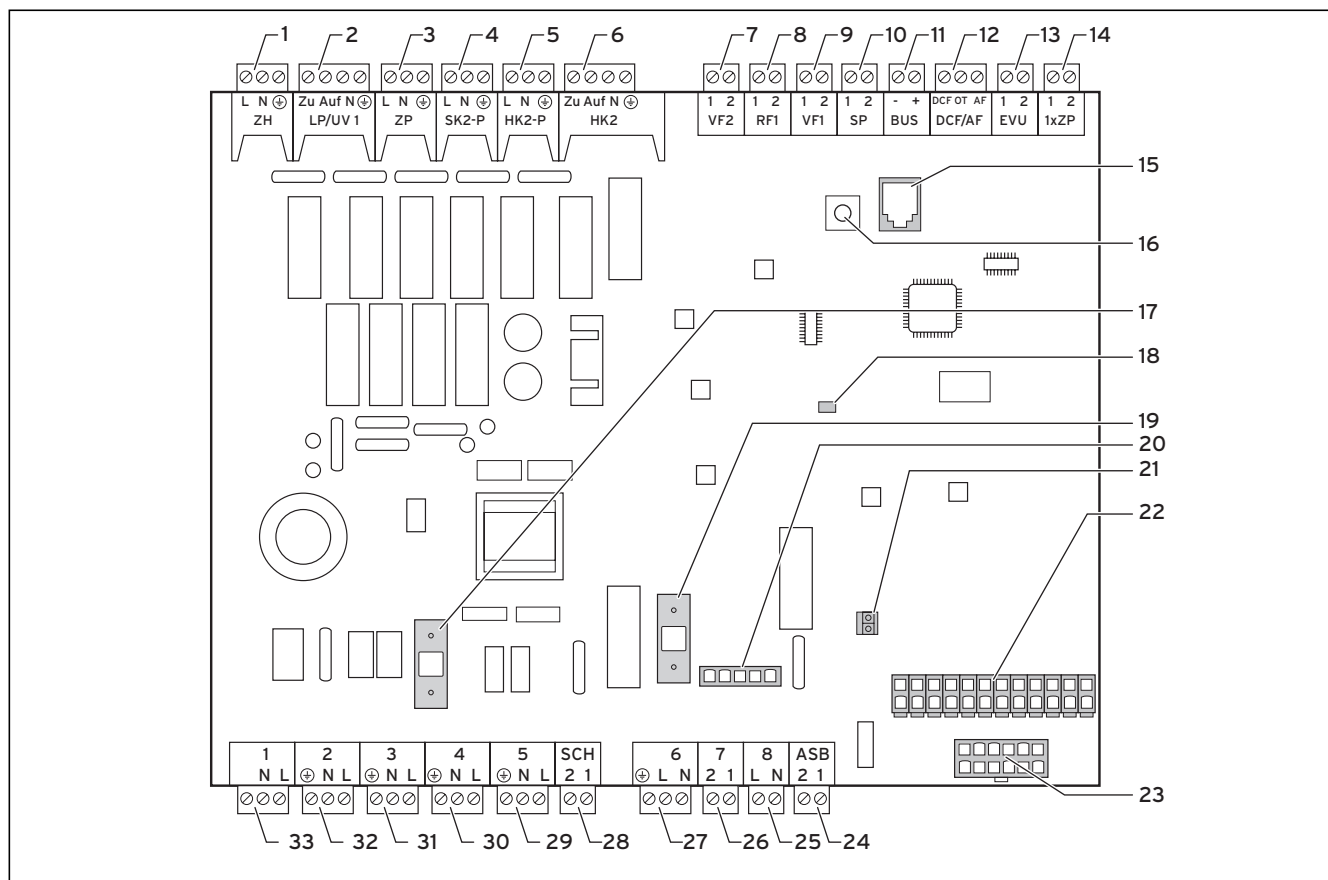

Рис. 5.6 Плата регулятора
- Подключите электропитание к главной подаче сетевого питания (1).
- Подключите реле сигнала пульсационного контроля к клемме 13 „EVU“ (см. рис. 5.6), если требует VNB. Посредством сигнала при замкнутом контакте тепловой насос блокируется.
- Подключите постоянное электропитание к подаче сетевого питания по высокому тарифу (2).
- Подключите электропитание по низкому тарифу к подаче сетевого питания по низкому тарифу (1).
- Подключите постоянное электропитание к подаче сетевого питания регулятора (2).
Пояснение к рис. 5.6